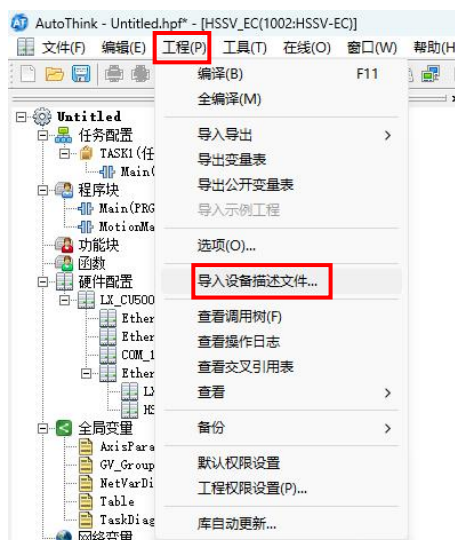

图 6.1.2 XML 文件导入
- 在 AutoThink 软件菜单栏，点击工程下的导入设备描述文件，导入从站设备 XML，具体如下图 6.1.2 所示：